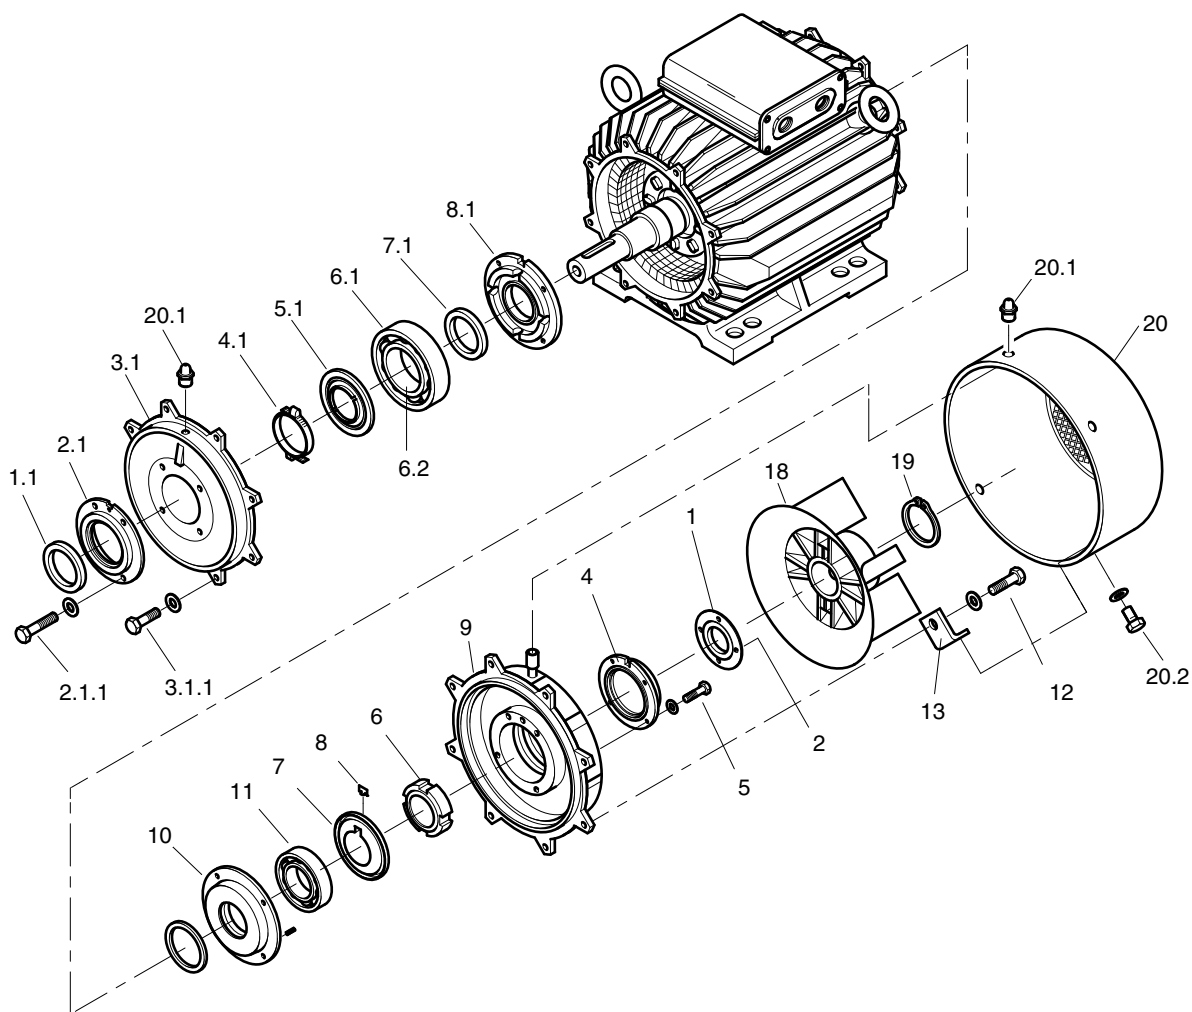

Рис. 15: Замена подшипников с высотой оси 180 до 315
5.5.6 Монтаж радиально-упорного подшипника, расположенного на противоположной от привода стороне (расположение О) (→ рис. 15) (Для роликоподшипника с цилиндрическим роликом, расположенного на стороне привода, см. главу 5.5.4 , а для радиального шарикоподшипника, расположенного на стороне привода, см. главу 5.5.2)